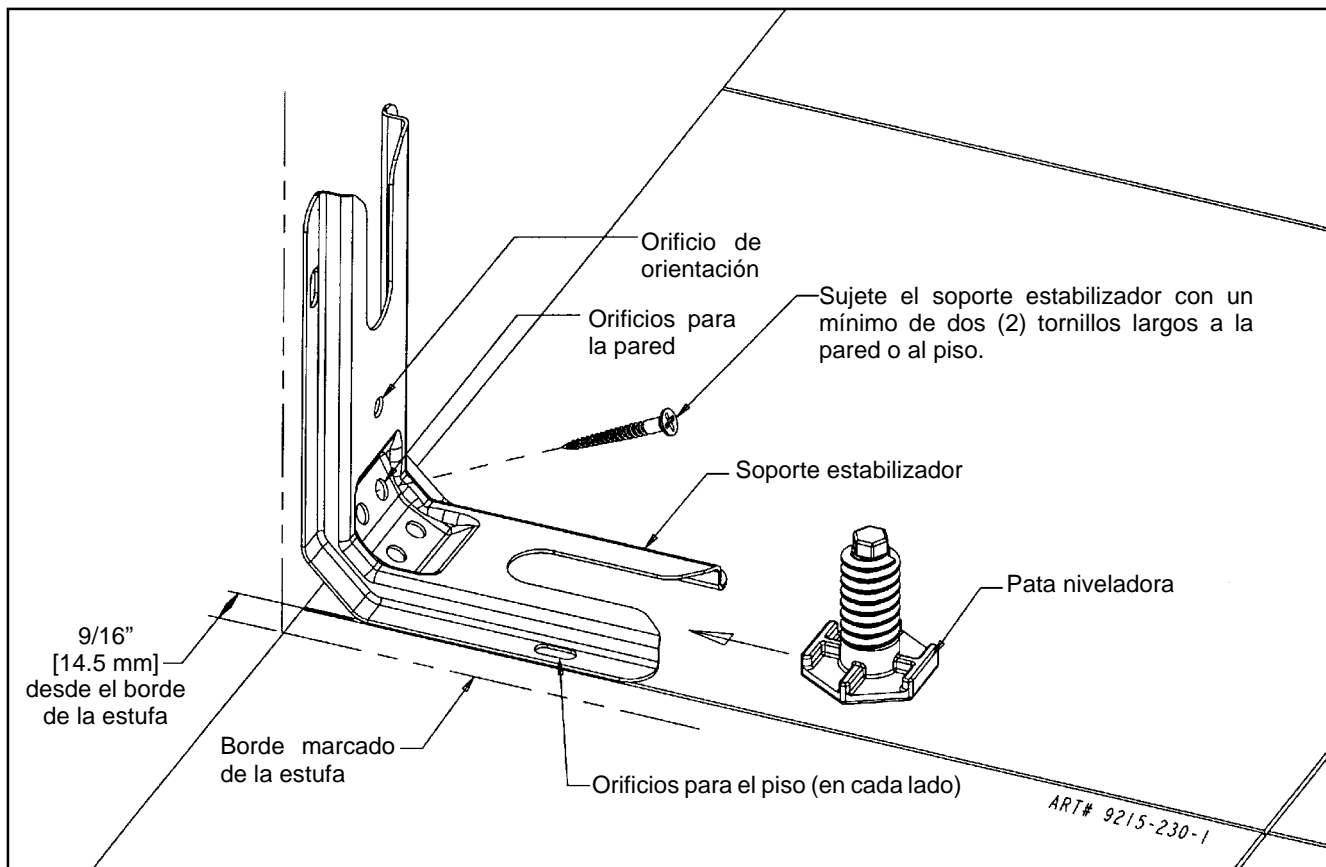
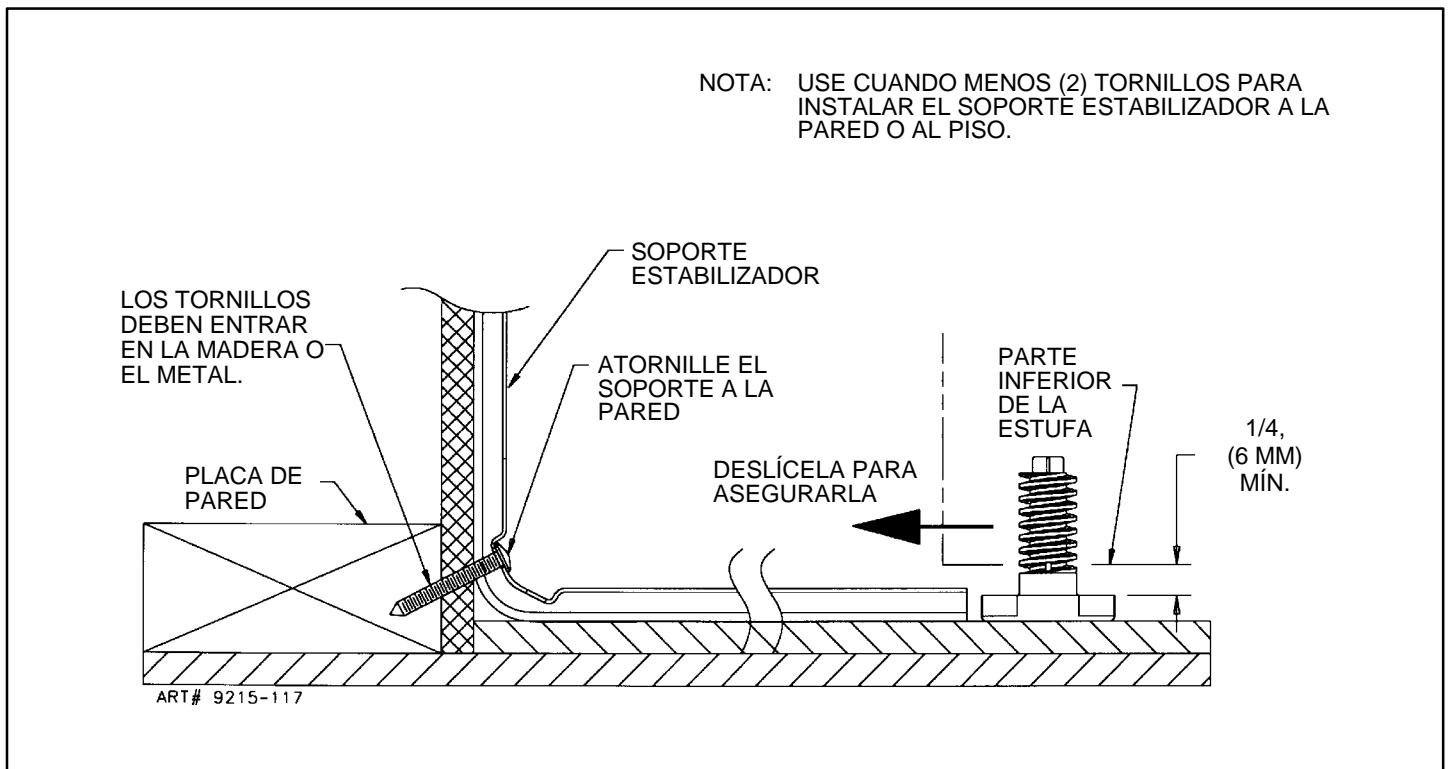

FIGURA 3
FIGURA 4
## **PASO 1 -Ubicación del soporte ESTABILIZADOR (vea la figura 3)**
- Coloque el SOPORTE del "BORDE" marcado a 9/16" (14.5 mm) del centro de la abertura y contra la pared posterior según se muestra en la figura 3, con el orificio de orientación hacia la pared.
- Use el soporte como plantilla y marque los orificios necesarios, según se muestra en la figura 3, para el tipo de construcción que se utilizará.
- Piso: Ubique el centro de los dos orificios que se identifican en la figura 3 como "ORIFICIOS PARA EL PISO". Taladre un agujero piloto de 1/8" (3 mm) en el centro de cada orificio (puede utilizarse un clavo o una lezna si no tiene una broca). Asegure el soporte ESTABILIZADOR al piso con los dos tornillos que se proporcionan. Continúe con el PASO 3.
- Pared: Ubique el centro de los dos orificios que se identifican en la figura 3 como "ORIFICIOS PARA LA PARED". Taladre un agujero piloto en ángulo de 1/8" (3 mm) en el centro de cada orificio según se muestra en la figura 4. (Puede utilizarse un clavo o una lezna si no tiene una broca). Asegure el soporte ESTABILIZADOR al piso con los dos tornillos que se proporcionan según se muestra en la figura 4. Continúe con el PASO 3.
**Nota:** Se requiere un espacio libre de cuando menos 6 mm (1/4 pulg) entre la estufa y la pata niveladora que se enganchará al soporte estabilizador (vea la figura 4).